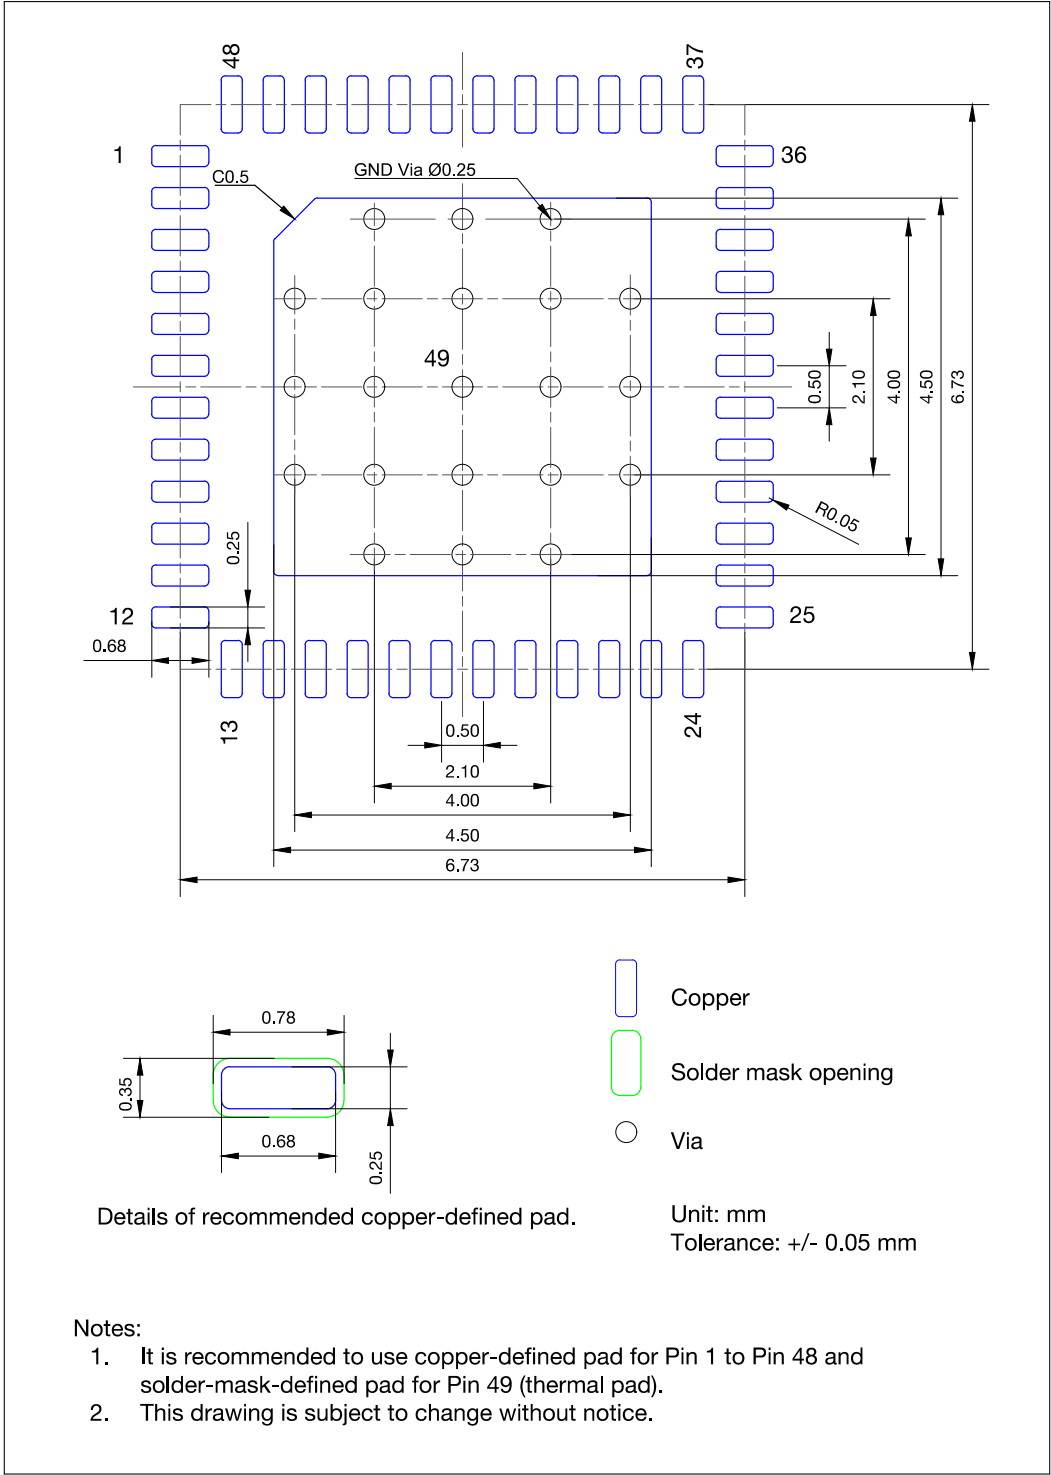

图 16: ESP32-PICO PCB 封装图形
- 推荐 PCB 封装图，标有 PCB 设计所需的全部尺寸。详见图 16 *ESP32-PICO PCB 封装图形*。
- 推荐 PCB 封装图的源文件，用于测量图 16 中未标注的尺寸。您可用 Autodesk Viewer 查看 ESP32-PICO-D4、ESP32-PICO-V3、ESP2-PICO-V3-02 的封装图源文件。